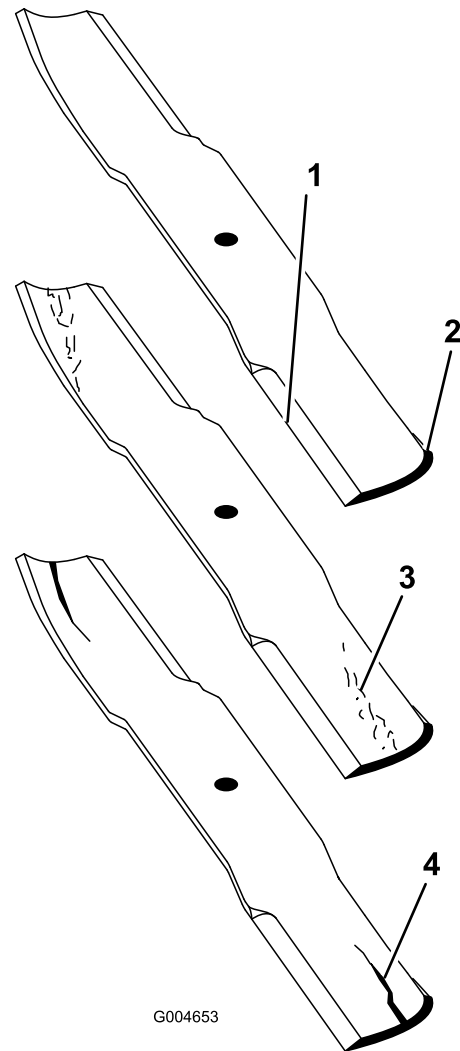

Bild 67
- Untersuchen Sie die Schnittkanten (Bild 67). Entfernen und schärfen Sie die Messer, wenn die Schnittkanten nicht scharf sind oder Auskerbungen aufweisen. Siehe Schärfen der Messer \(Seite 39\).
2. Untersuchen Sie die Schnittmesser, insbesondere den flachen Bereich (Bild 67). Wenn Sie Schäden, Verschleiß oder Rillenbildung in diesem Bereich feststellen (Bild 67), sollten Sie sofort ein neues Schnittmesser einbauen.